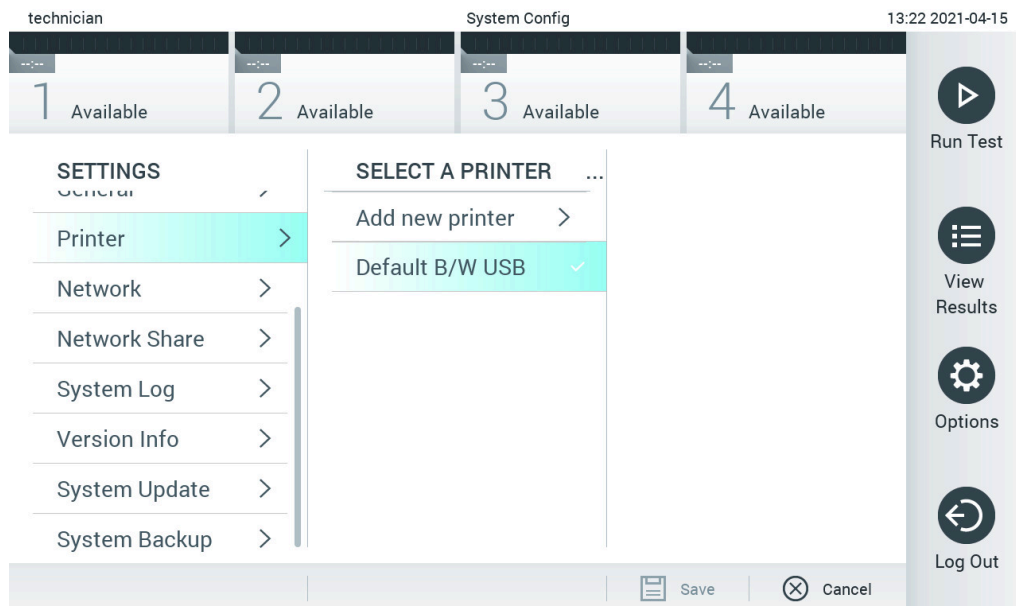

Рис. 73. Вибір системного принтера.
3. Виберіть принтер зі списку доступних принтерів (рисунок 73).